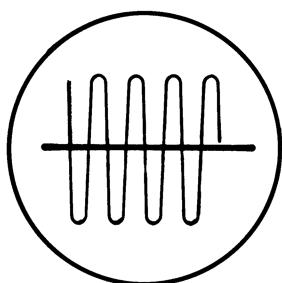

Abb. 2
- Bei 505 kHz L 108 (Osz.) und bei 600 kHz L 103 (Vorkr.) auf beste Sinuskurvenform und max. Amplitude einstellen (siehe Abb. 2).
- Bei 1650 kHz C 115 (Osz.) und bei 1400 kHz C 108 (Vorkr.) auf beste Sinuskurvenform und max. Amplitude einstellen (siehe Abb. 2).
- Bei 143 kHz L 106 (Osz.) und bei 145 kHz L 101 (Vorkr.) auf beste Sinuskurvenform und max. Amplitude einstellen (siehe Abb. 2).
- Bei 280 kHz C 111 (Osz.) und bei 260 kHz (Vorkr.) C 107 auf beste Sinuskurvenform und max. Amplitude einstellen (siehe Abb. 2).
- Bei 5,5 MHz L 110 (Osz.) und bei 6 MHz L 105 (Vorkr.) auf beste Sinuskurvenform und max. Amplitude einstellen (siehe Abb. 2).
- Bei 17 MHz C 121 (Osz.) und bei 15 MHz C 109 (Vorkr.) auf beste Sinuskurvenform und max. Amplitude einstellen (siehe Abb. 2).
- Bei 87,3 MHz L 4 (Osz.) und bei 90 MHz L 2 (HF) auf beste Sinuskurvenform und max. Amplitude einstellen (siehe Abb. 2).
- Bei 105 MHz C 18 (Osz.) und bei 100 MHz C 9 auf beste Sinuskurvenform und max. Amplitude einstellen (siehe Abb. 2).
- At 505 kHz adjust L 108 (oscillator) and at 600 kHz adjust L 103 (RF circuit) to obtain best sine curve shape and maximum amplitude (See Fig. 2).
- At 1650 kHz adjust C 115 (oscillator) and at 1400 kHz adjust C 108 (RF circuit) for best sine curve shape and maximum amplitude (See Fig. 2).
- At 143 kHz adjust L 106 (oscillator) and at 145 kHz adjust L 101 (RF circuit) for best sine curve shape and maximum amplitude (See Fig. 2).
- At 280 kHz adjust C 111 (oscillator) and at 260 kHz adjust C 107 (RF circuit) for best sine wave shape and maximum amplitude (See Fig. 2).
- At 5,5 MHz adjust L 110 (oscillator) and at 6 MHz adjust L 105 (RF circuit) for best sine curve shape and maximum amplitude (See Fig. 2).
- At 17 MHz adjust C 121 (oscillator) and at 15 MHz adjust C 109 (RF circuit) for best sine curve shape and maximum amplitude (See Fig. 2).